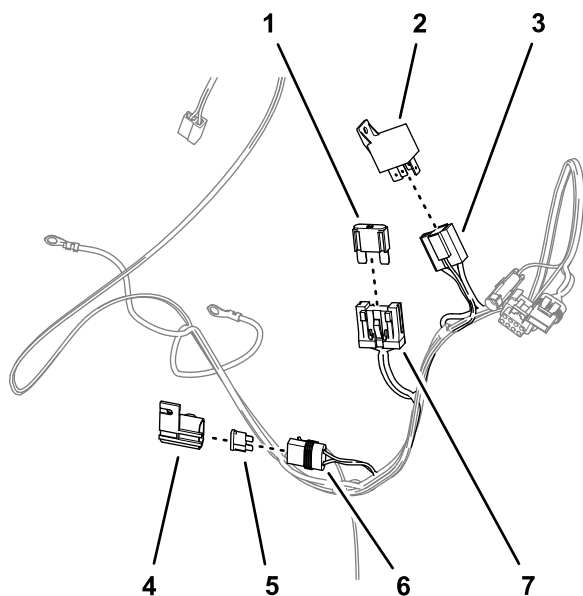

Figure 5
1. Insérez le maxifusible (60 A) dans le grand porte-fusibles à 2 emplacements du faisceau électrique (Figure 5).
- Retirez le couvercle du petit porte-fusibles (Figure 5).
- Insérez le fusible (10 A) dans le petit porte-fusibles et remettez le couvercle en place (Figure 5).
- Insérez le solénoïde dans le connecteur à 4 douilles (Figure 5).